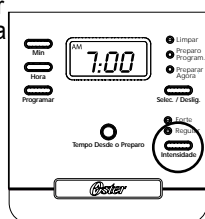

figura 5
2. Coloque o um filtro de papel tipo cesta para 10-12 xícaras ou o filtro permanente suporte do filtro (Figura 5).